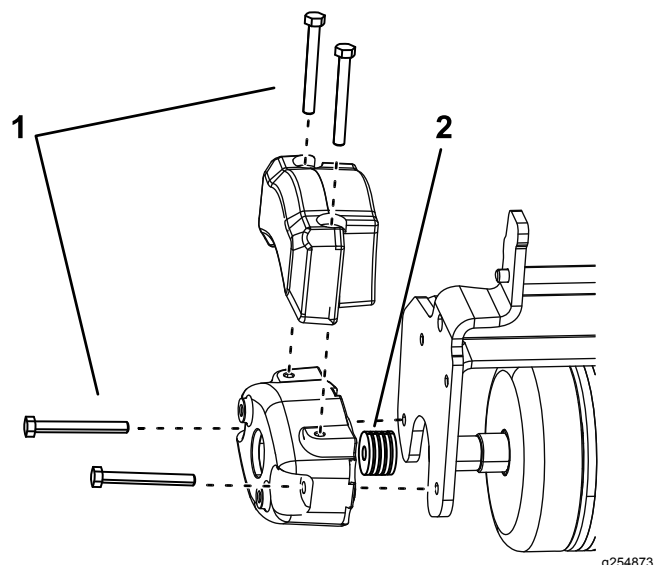

Figura 5
2. Instale 2 pernos (5/16"-18 x 2³/₄") como se muestra en la Figura 5.
3. Instale 4 espaciadores (3 mm) en cada perno, entre el contrapeso y la placa lateral del rodillo triple (Figura 5).